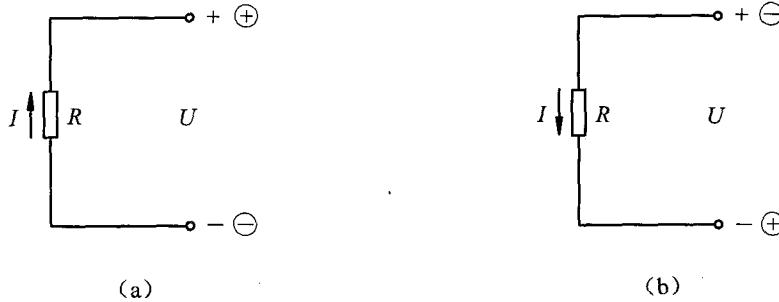

图 1.9
**【例 1.7】** 图 1.9 (a), (b) 中，已知电流  $I = -5\text{ A}$ ,  $R = 10\Omega$ 。试求电压  $U$ ，并标出电压的实际方向。